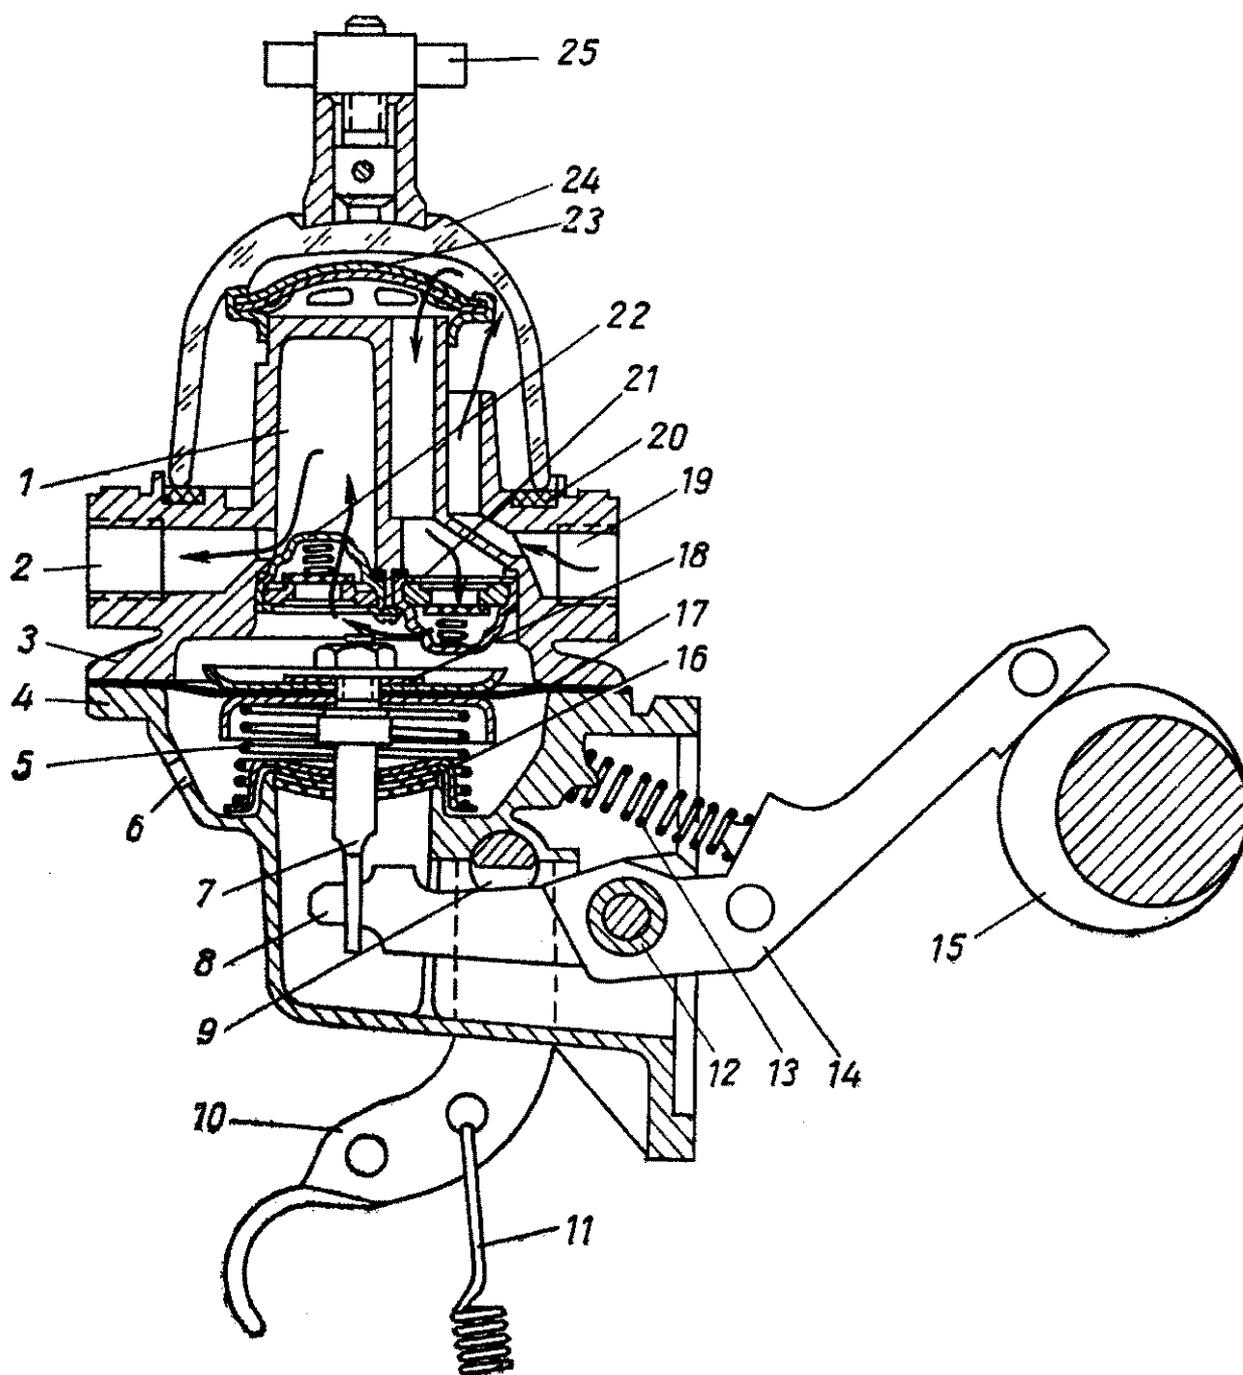

Рис. 43. Топливный насос:
**Топливный насос** (рис. 43) — диафрагменный, с верхним расположением отстойника, приводится в движение эксцентриком распределительного вала. Корпус насоса состоит из двух частей — верхней 3 и нижней 4, отлитых из цинкового сплава. Между ними зажата диафрагма 17, состоящая из четырех слоев ткани, пропитанной бензостойким лаком.